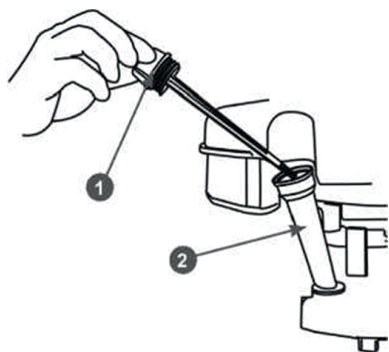

Рис. 15. Крышка-щуп маслосливной горловины (1. Крышка-щуп 2. Горловина маслосливная)
2. Открутите крышку-щуп 1 маслосливной горловины и извлеките щуп (Рис. 15).
2. Открутите крышку-щуп 1 маслозаливной горловины и извлеките щуп (Рис. 15).